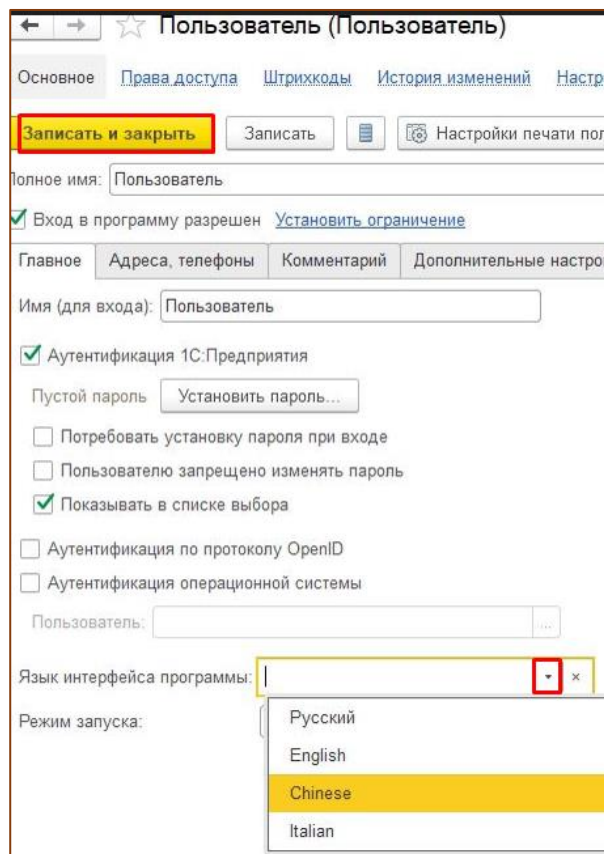

Рис. 5.18 – Выбор языка интерфейса программы
- В ТМ в настройках Пользователя, который будет работать в ММ, в поле «Язык интерфейса» выбрать нужный, далее «Записать и закрыть» (Рис. 5.18).